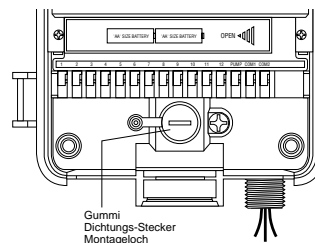

ABB. 23: Kabelanschlussfach des Controllerkastens
- Entfernen Sie den Gummi-Schutzstöpsel aus der Schraubenöffnung und schieben Sie eine Schraube der Größe 8 durch die Öffnung im Controllerkasten [siehe Abb. 23].
- Ziehen Sie die Schraube fest an, bis der Controllerkasten an der Wand festsetzt und setzen Sie dann den Gummistöpsel wieder in die Öffnung [siehe Abb. 23].